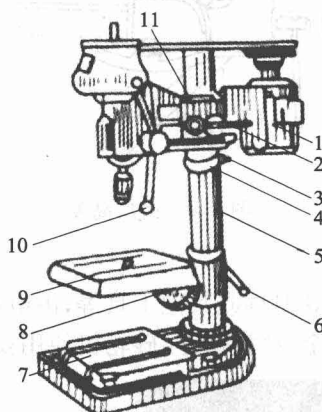

图 1-6 台钻
(2)Z512 型台式钻床机构及操作 Z512 型台式钻床是钳工常用的一种台钻,如图 1-6 所示。